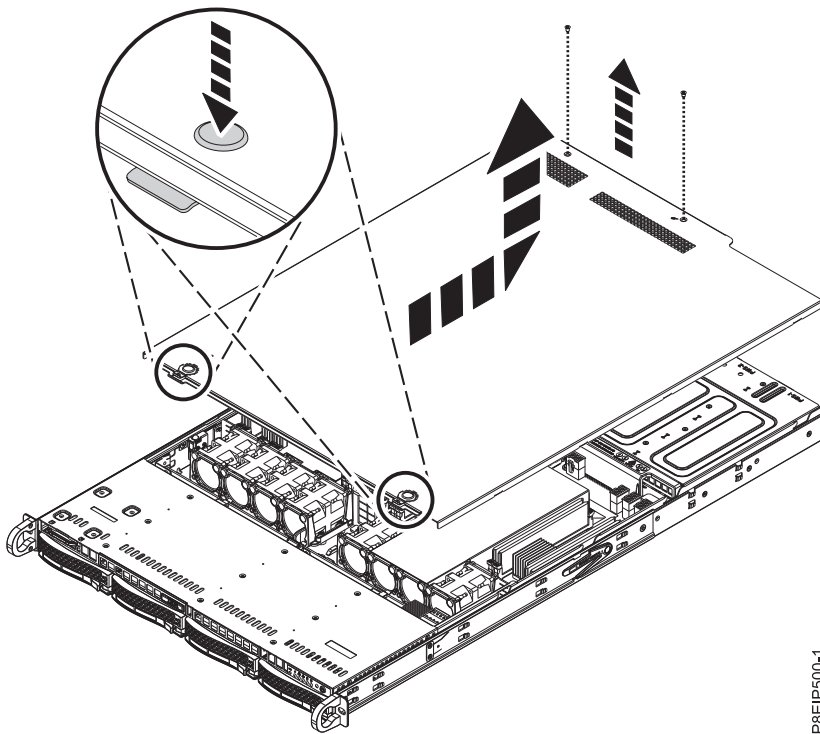

Figura 82. Liberación y apertura de la cubierta
2. Extraiga los dos tornillos (1) de la parte posterior de la cubierta.
3. Presione los dos botones en la cubierta superior (2) para liberar los pestillos como se muestra en la Figura 82, y empuje la cubierta hacia atrás 1 cm (0,5 pulgadas) hasta que se detenga. Si los botones no se presionan fácilmente, extraiga un poco las unidades directamente debajo de los botones.